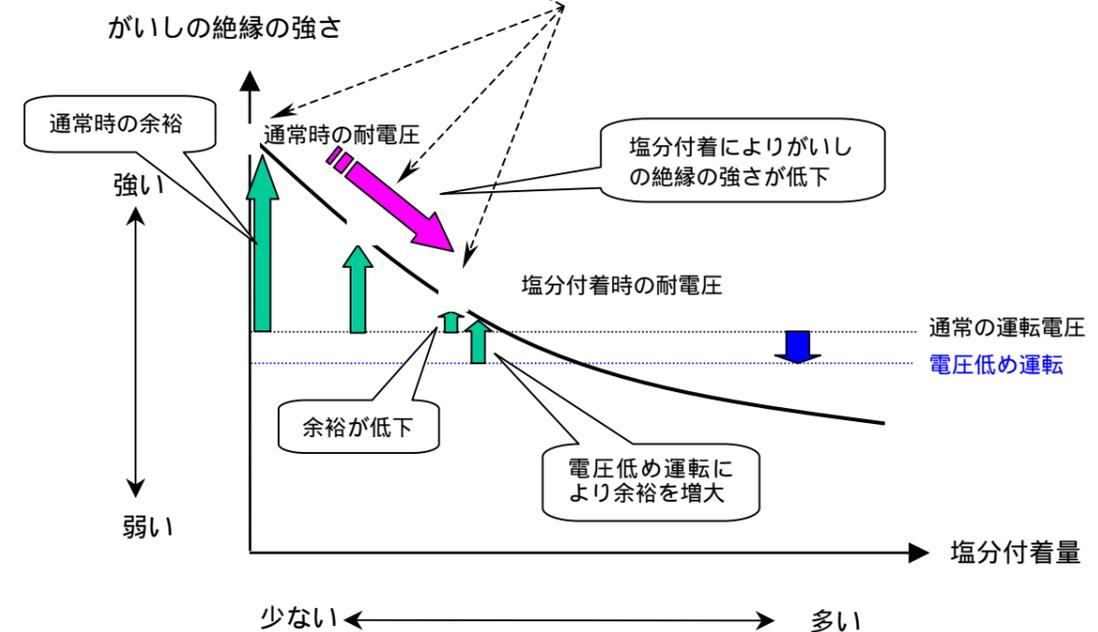

図2 電圧低め運転の効果のイメージ
3. 図2にがいしに付着する塩分が増加した場合の、絶縁の強さの変化を示してあります。塩分が付着していない場合には、左端の矢印で示すように、通常の電圧に対して絶縁の強さに余裕をもって運転しています。しかし、塩分付着の量が多くなると、右側に移行し、徐々に絶縁の強さの余裕が少なくなります。絶縁の強さが通常の運転電圧以下になると、絶縁破壊に至ります。